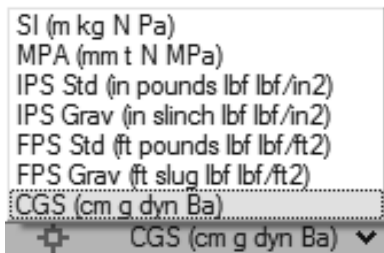

图 4-1
- 2) 单击模型视窗右下角的单位系统选择器，并将默认单位系统更改为 CGS(cm g dyn Ba)，如图 4-1 所示。